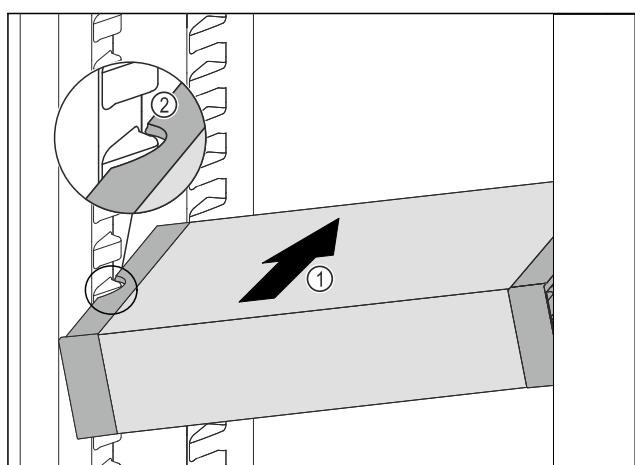

Fig. 135
- VarioSafe schräg in das Kühlteil einschieben Fig. 135 (1), bis sich die seitlichen Aussparungen Fig. 135 (2) des VarioSafes auf Höhe der Behälterrippe im Kühlteil befinden.